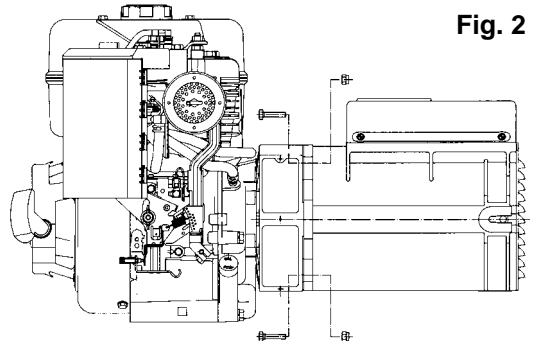

Fig. 2
-) bloccare l'alternatore sul coperchio fissando i quattro dadi M8 sui tiranti, applicando una coppia di pari a $16 \pm 7\%$ Nm (fig. 2).
-) lock the alternator into the cover by fixing the four M8 nuts onto the bolts, applying a tightening torque of $16 \pm 7\%$ Nm (fig. 2).
-) bloquer l'alternateur sur le couvercle en fixant les quatre écrous M8 sur les tirants, en appliquant un couple de serrage de $16 \pm 7\%$ Nm (fig. 2).
-) den Umwandler auf dem Deckel befestigen und ihn mit Hilfe der vier Schraubmuttern M8 an den Zugstangen befestigen bei Aufbringen eines Anzugsmoments von $16 \pm 7\%$ Nm (Abb. 2).
-) sujete el alternador en la tapa fijando las cuatro tuercas M8 en los tirantes, aplicando un par de torque de $16 \pm 7\%$ Nm (fig. 2).